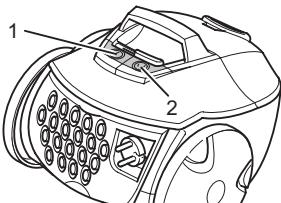

Abb. 14
- Schalten Sie den Bodenstaubsauger am Ein-/Ausschalter (Abb. 14/1) aus und ziehen Sie den Stecker aus der Steckdose.
- Drücken Sie die Kabelaufrolltaste (Abb. 14/2), um das Stromkabel einzuziehen.